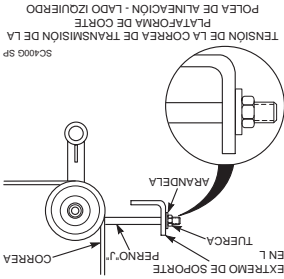

Figura 1. Ajuste de la correa de transmisión de la plataforma
2. Ajuste la correa de transmisión de la plataforma de corte usando un medidor de tensión para la misma. Ajuste la correa de modo que la misma se mueva 1/2" con 10 libras de presión. Ajuste la tensión apretando o aflojando la tuerca del perno tipo J. (Vea la Figura 1).